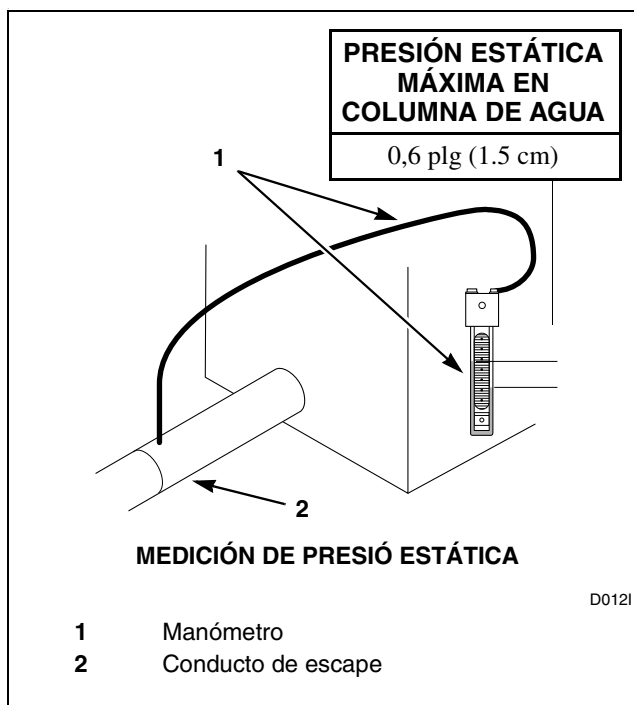

Figura 24
La presión estática en los conductos de escape de la unidad de secadoras no debe ser mayor que la que se indica en la *Figura 24*. (Revise cuando las secadoras estén funcionando y no tengan carga de ropa).
**NOTA: Esto puede medirse con un manómetro colocado en cada conducto de escape aproximadamente a 2 pies (61 cm) de la unidad de secadoras. Consulte la *Figura 24*.**
**IMPORTANTE:** La presión estática en el conducto de escape de cada una de las secadoras no debe ser mayor que la que se indica en la *Figura 24*. Ésta puede medirse con un manómetro colocado en el conducto de escape aproximadamente a 2 pies (61 cm) de la secadora. Consulte la *Figura 24*. Todas las secadoras conectadas al conducto colector principal deben estar funcionando al medir la presión.